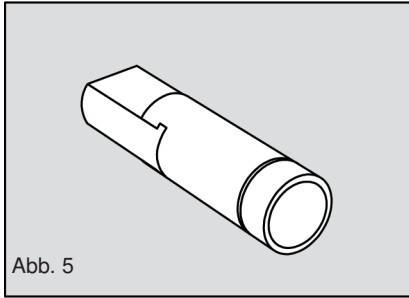

Abb. 5
- Schrauben Sie die Isolierstange aus der Batterieeinheit (siehe Abb.5 / Seite 21).